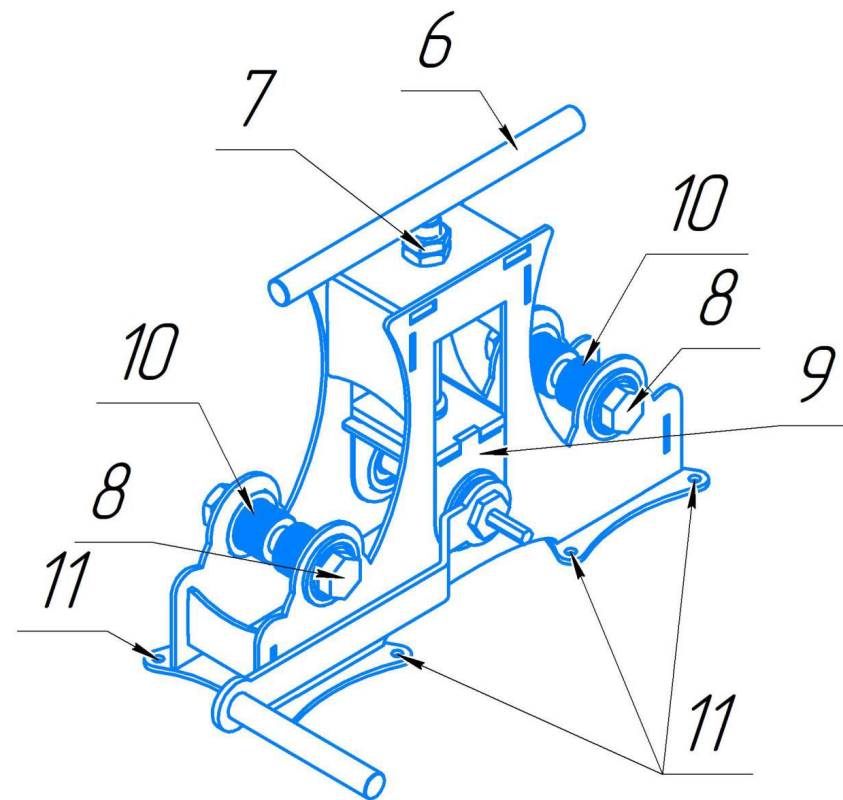

Рис. 3 — Основные узлы базовой комплектации профилегиба «Удачный Лайт»
1. Установите трубогиб на плоскую поверхность и зафиксируйте его болтами М6-М8 либо шурупами (саморезами) через отверстия (см. Рисунок 3)
5. Установите профиль (пруток) на поверхность валков (№8 на Рис. 3).